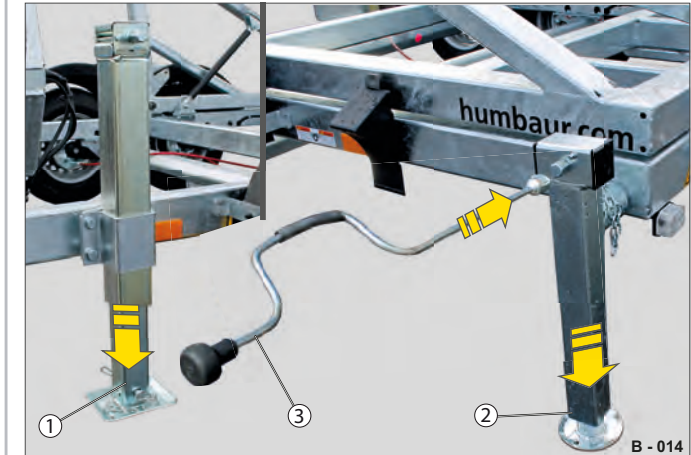

Abb. 9 Anhänger stabilisieren
► Stecken Sie die Kurbel (Abb. 9/3) auf den Vierkantansatz der Stütze (Abb. 9/1 & Abb. 9/2) bzw. benutzen Sie eine vorhandene Kurbel direkt an der Stütze.